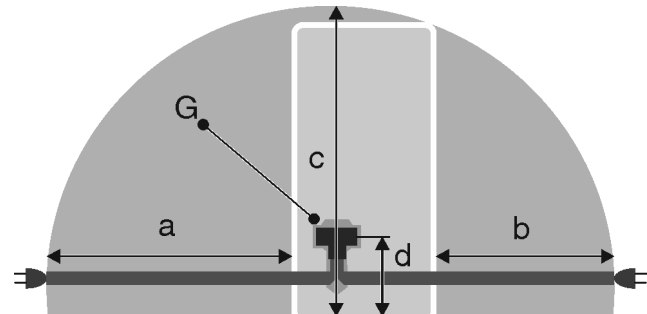

Fig. 20 *
- Розетка лежить не за пристроєм, а в зонах a або b Fig. 20 (a, b, c).
- ▶ Встановіть штекер пристрою Fig. 20 (G) на задній стороні пристрою. Слідкуйте за правильною фіксацією.